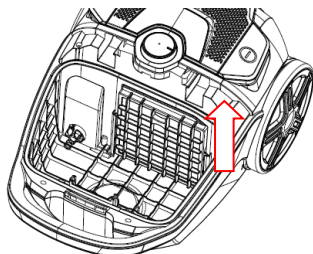

Fig 14
2. Filtro di ingresso: pulire il filtro con acqua calda e lasciare asciugare completamente prima di rimetterlo nell'unità. (Fig 14)